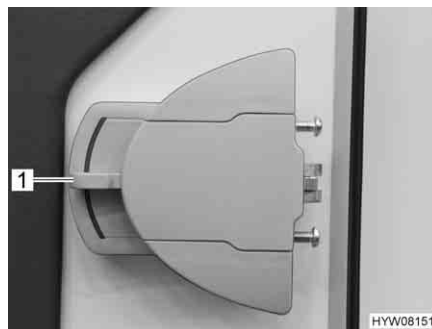

Fig. 17 Serratura della porta, lato interno
- Premere la maniglia della porta (Fig. 17,1) verso il basso.
- Ruotare la maniglia della porta (Fig. 17,1) per circa 45° verso l'alto e lasciarla in questa posizione.